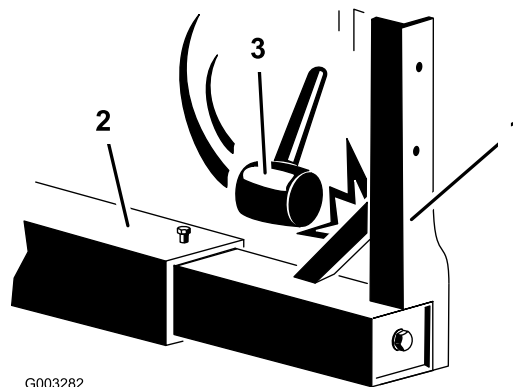

Figura 2
6. Con un mazo de plástico o goma, golpee suavemente el montante para sacar el brazo (Figura 2).